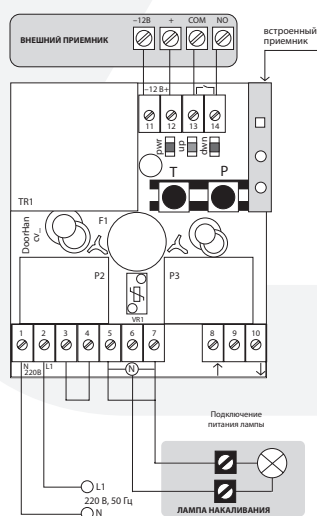

Рис. 1. Пример схемы подключения освещения и внешнего радиуправления к DoorHan CV01
3. Выполните электрическое подключение согласно схеме (рис. 1, 2).